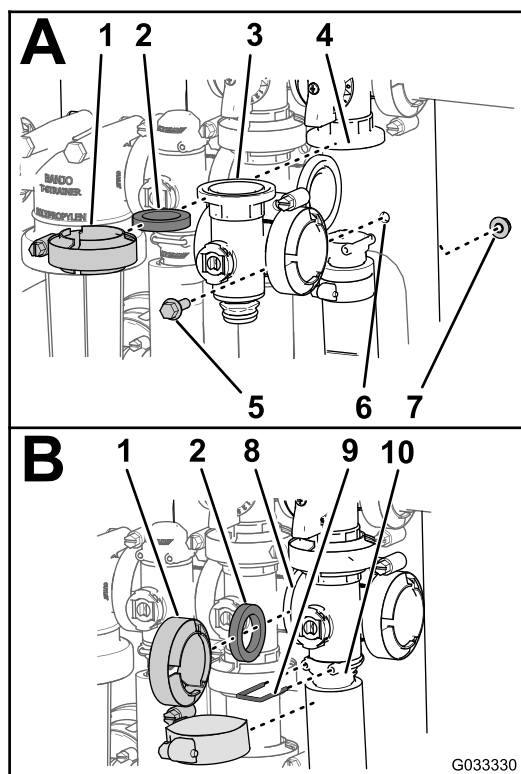

Рисунок 82
- Совместите фланец коллектора главного клапана секций, 1 прокладку и фланец главного клапана перепуска секций (Рисунок 82А).
2. Смонтируйте коллектор главного клапана секций, прокладку и главный клапан перепуска секций с помощью хомута, затянув его от руки (Рисунок 82А).
3. Совместите фланец коллектора главного клапана секций, прокладку и коллектор клапана перемешивания (Рисунок 82В).
4. Смонтируйте коллектор главного клапана секций, прокладку и коллектор клапана перемешивания с помощью хомута, затянув его от руки (Рисунок 82В).
5. Совместите фланец коллектора главного клапана секций и прокладку с корпусом главного клапана секций (Рисунок 82В).
6. Смонтируйте коллектор главного клапана секций и гнездо с помощью хомута, затянув его от руки (Рисунок 82В).
7. Прикрепите штуцер торцевой крышки к выпускному штуцеру, вставив держатель в выпускной штуцер (Рисунок 82В).